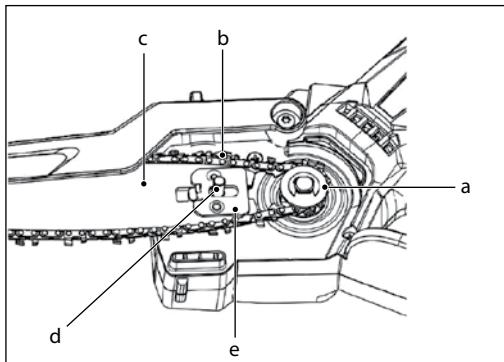

Рис. 2
- Установите цепь (b) на ведущую звездочку (a) и направьте направляющую планку (c) одной рукой так, чтобы крепежный болт (d) был вставлен в паз в фиксирующей пластине (e) на направляющей планке (рис. 2).